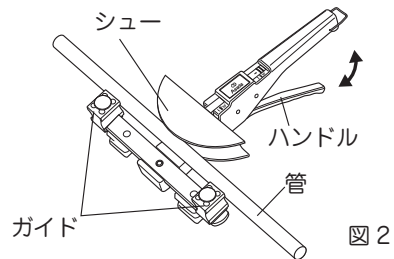

図2
- ④ ガイドを使用する管のサイズに合わせます。管を両サイドに当て、ハンドルを握ってシューを前進させます。(図2)